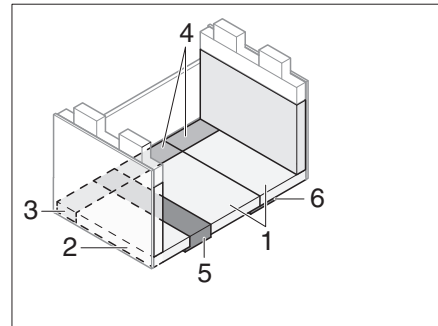

Fig. 211 Después de la transformación
- Colocar cojín del asiento, cojín del respaldo y cojín adicional como se muestra en Fig. 211.
- ▷ Para lograr un mayor confort de reposo, se puede quitar el relleno del cojín del respaldo (Fig. 211,2).